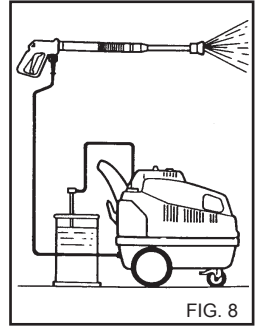

FIG. 8
- 3) Dopo l'uso con detergente, risciacquare il circuito di aspirazione; infilare il tubo di aspirazione (fig. 8) detergente in una tanica di acqua pulita e far funzionare la pompa per 1 minuto a rubinetto dosaggio completamente aperto e lancia in fase erogazione detergente.
4) Dopo l'uso con detersivo, risciacquare il circuito di aspirazione; infilare il tubo di aspirazione (fig. 8) detersivo in una tanica di acqua pulita e far funzionare la pompa per 1 minuto a rubinetto dosaggio completamente aperto e lancia in fase erogazione detersivo.